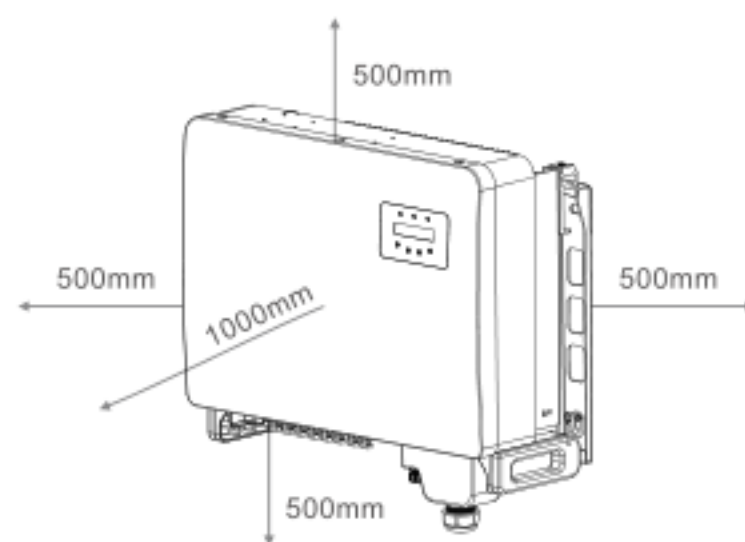

Figure 5.2 Espace libre pour le montage de l'onduleur
- Si plusieurs onduleurs sont installés sur le site, un espace minimum de 500 mm doit être maintenu entre chaque onduleur et tout autre équipement monté. Le bas de l'onduleur doit se trouver à au moins 500 mm du sol ou du plancher. Voir la figure 5.2.